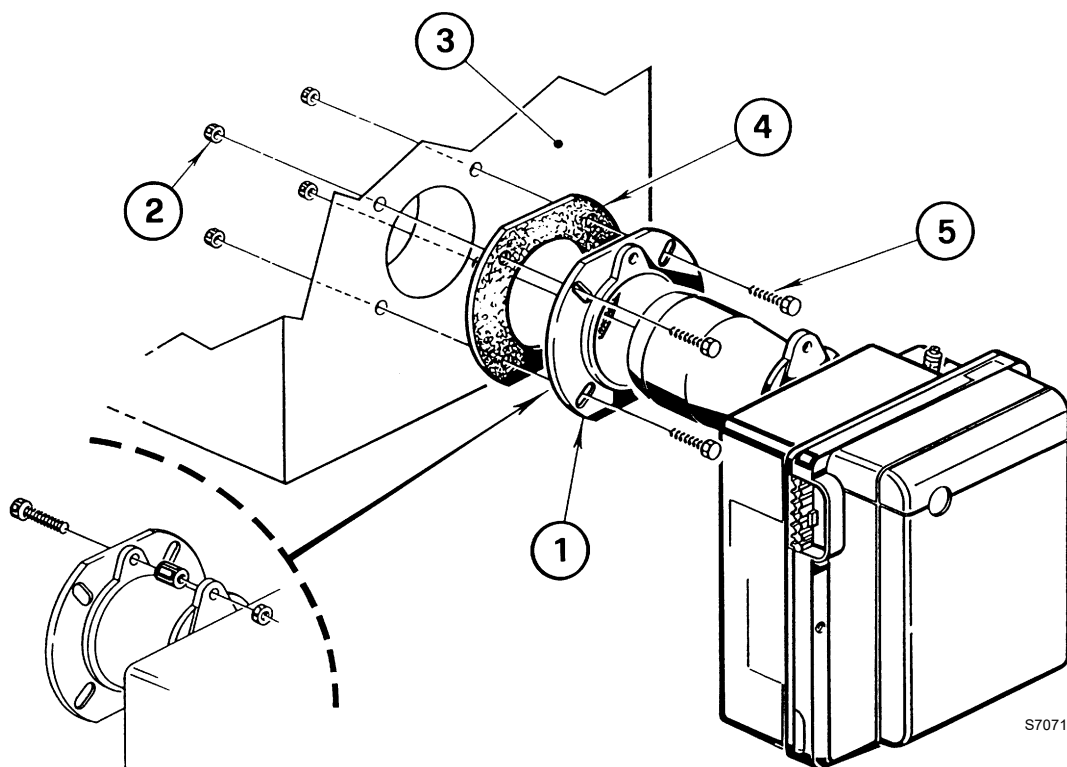

Fig. 9
- inserire sulla flangia 1)(Fig. 9) la vite 5) e i due dadi 2).
- Fissare alla portina della caldaia 3)(Fig. 9) la flangia 1) mediante le viti 5) e (se necessario) i dadi 2) interponendo lo schermo isolante 4)(Fig. 9).